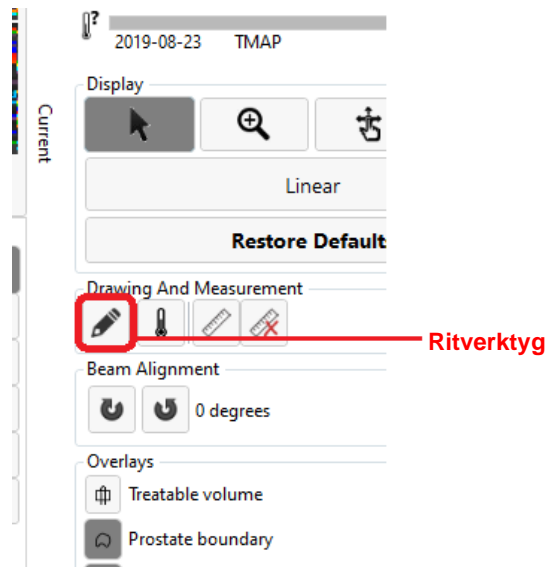

Bild 60: Ritverktyget för prostatagräns på skärmen Delivery (behandling)
2. När leveransen har pausats expanderar du den högra panelen i arbetsytan Delivery (behandling) för att välja ritverktyget för prostatagräns (*Bild 60*).